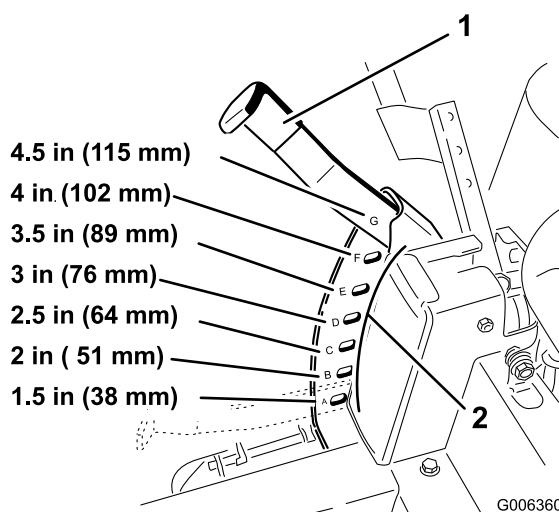

Bild 16
1. Heben Sie den Schnitthöhenhebel in die Transportstellung (Schnitthöheneinstellung von G (auch 115 mm) (Bild 16).